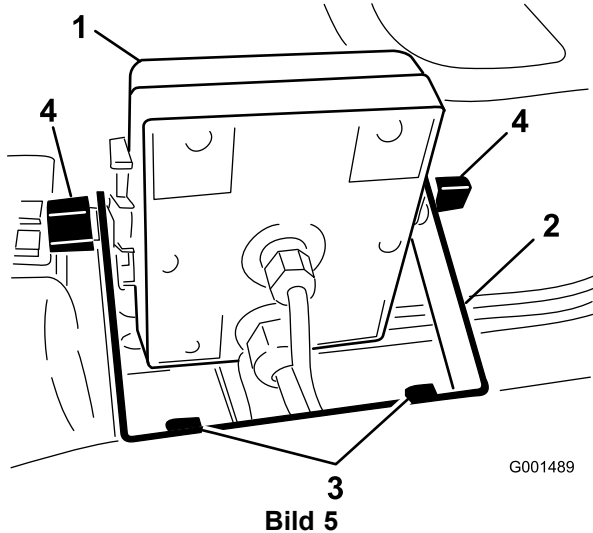

Bild 5
- Montieren Sie die Steuergeräthalterung mit zwei Bundbolzen (1/4 x 3/4 Zoll) und zwei Bundmuttern (1/4 Zoll) am Armaturenbrett (Bild 5).
- Montieren Sie das Spray Pro-Steuergerät auf den Schlossschraubenköpfen (Bild 5) und ziehen Sie die Handräder an, um es zu befestigen.